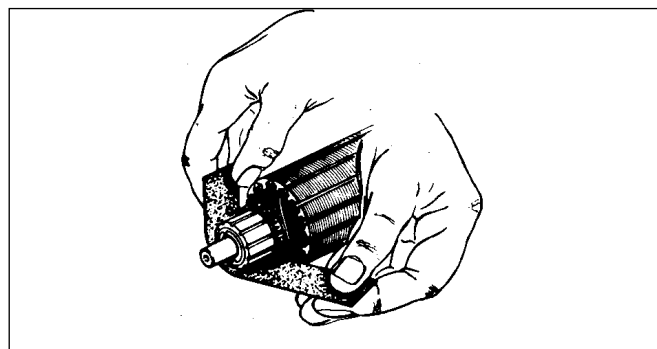

Abb. 33
Falls die Kollektorlamellen verschmiert oder verschmutzt sind, kann der Läufer in das Futter einer Bohrmaschine oder Drehbank eingespannt und gereinigt werden. Säubern Sie den Läufer mit einem Streifen feinkörnigen Schleifpapiers (00), den Sie von unten leicht auf die Lamellenring drücken und leicht hin- und herbewegen, während sich das Teil dreht, **Benutzen Sie kein Schmirkelleinen** (Abb. 33).